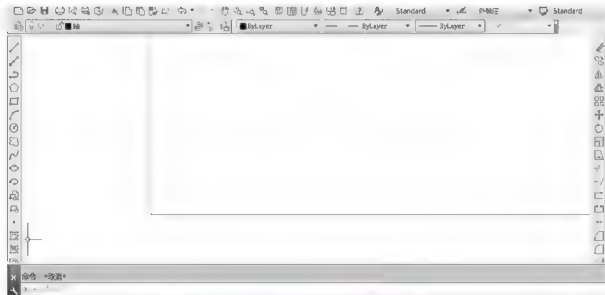

图 4.2 执行【范围缩放】命令前的视图
(1) 设置【墙】图层为当前层。
(2) 启动【矩形】命令(快捷键 REC)。
① 在指定第一个角点或[倒角(C)/标高(E)/圆角(F)/厚度(T)/宽度(W)]:提示下,在屏幕的左下角单击任意一点作为矩形的第一个角点。
② 在指定另一个角点或[面积(A)/尺寸(D)/旋转(R)]:提示下,输入“@42810,11700”后按 Enter 键结束命令。“42810”是外墙皮到外墙皮的尺寸,“11700”是室外地坪到檐口的距离。
(3) 由于新建图形视图距离比较近,所以只能看到图形的局部,如图4.2所示。双击鼠标滚轮执行【范围缩放】命令将其推远。